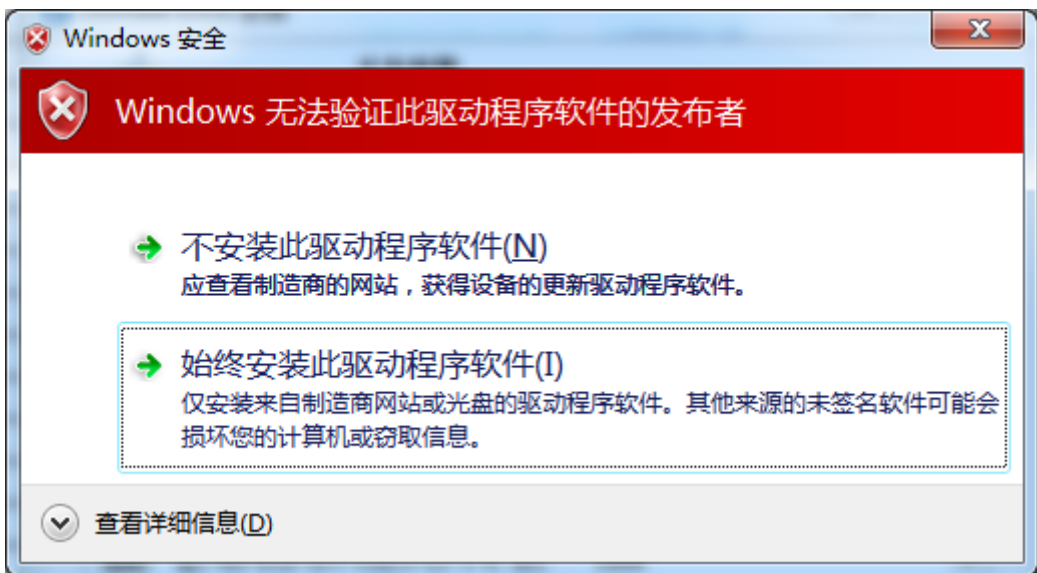

图 1-5
5) 如果出现下图 (图 1-5) 所示窗口, 请选择“始终安装此驱动程序软件”, 以完成正确安装: